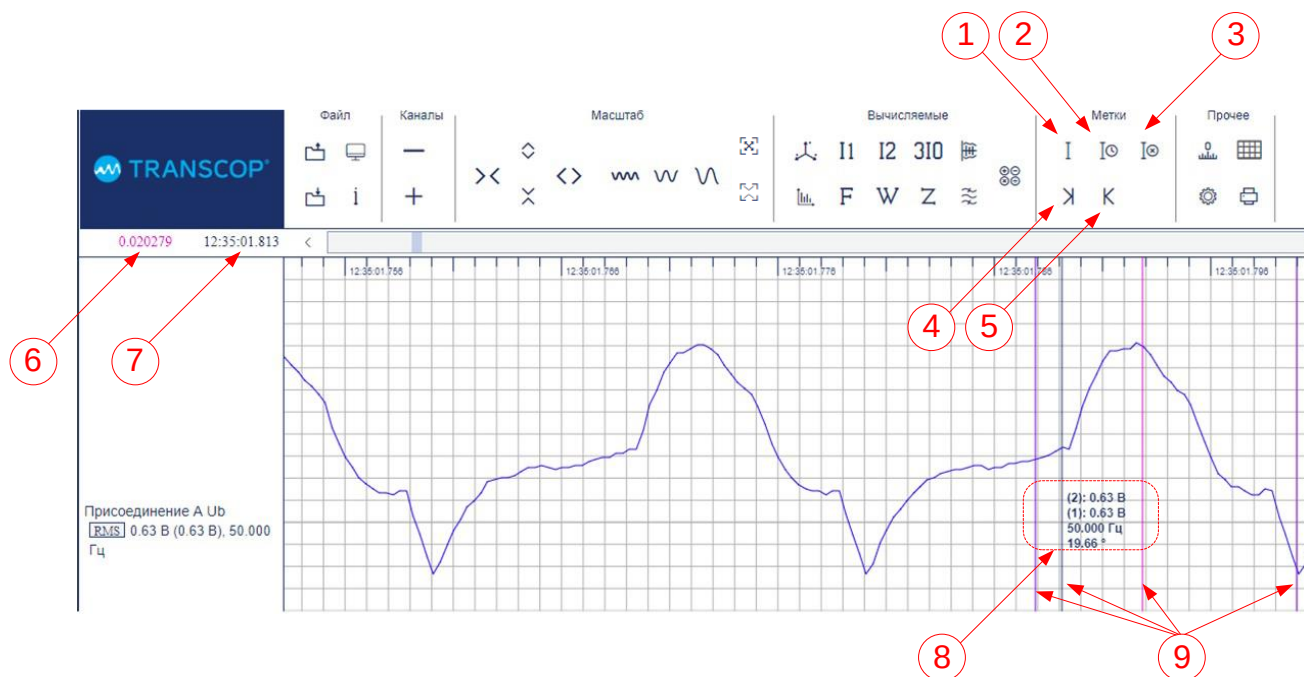
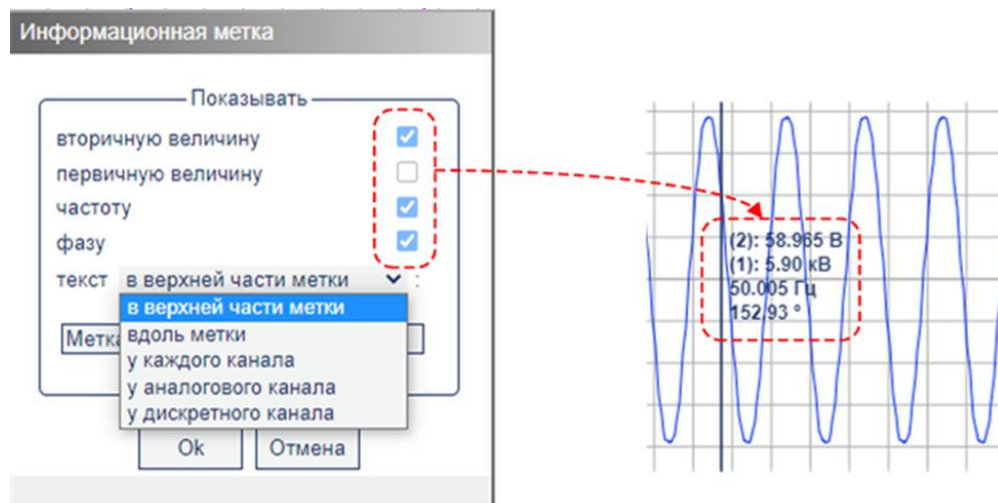
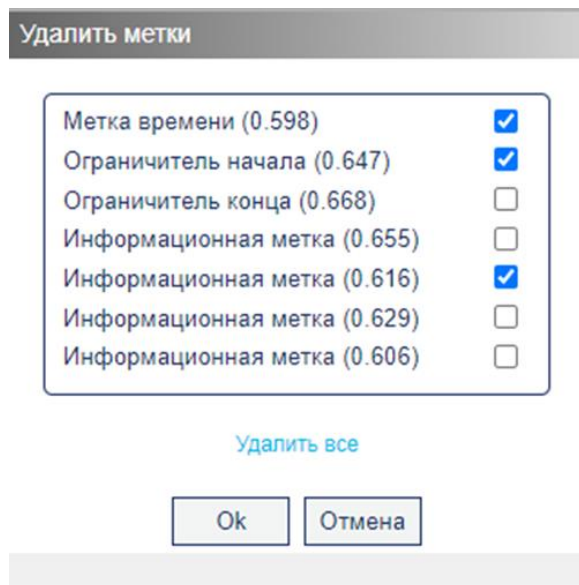

Рисунок 38 – Элементы вкладки «Метки»
Рисунок 40 – Установка информационной метки
Рисунок 42 – Окно «Удалить метки»
3.5.19.4 При нажатии на кнопку «Информационная метка» (см. рис. 38, поз. 1) выводится окно задания параметров отображения устанавливаемой метки (рис. 40).
- некоторые расчетные значения (см. 3.5.19.6) всех аналоговых сигналов в информационном поле расчетных значений (см. рис. 38, поз. 8);
3.5.19.7 Кнопка «Метка времени» (см. рис. 38, поз. 2) предназначена для установки метки времени для измерения отрезка времени относительно текущего положения вертикального курсора. Результат измерения выводится в соответствующем поле (см. рис. 38, поз. 6).
3.5.19.8 Кнопки «Ограничитель начала» (см. рис. 38, поз. 4) и «Ограничитель конца» (см. рис. 38, поз. 5) предназначены для задания интервала осциллограммы для построения годографа сопротивления (см. 3.5.11).
3.5.19.10 Кнопка «Удалить метки» (см. рис. 38, поз. 3) предназначена для удаления установленных информационных меток и меток времени. При нажатии на данную кнопку открывается окно «Удалить метки» (рис. 42).